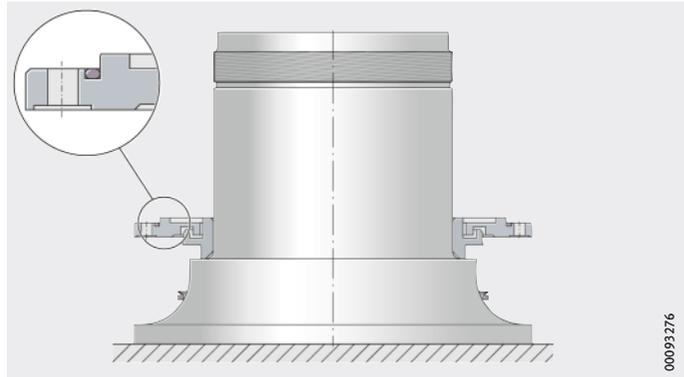

Bild 10
- ▶ Den rotorseitigen O-Ring be fetten und in die Nut des rotorseitigen Gehäusedeckels einlegen, *Bild 10*.
- ▶ Den rotorseitigen Gehäusedeckel (mit dem eingelegten O-Ring) auf die Welle schieben und auf dem Labyrinthring ablegen, *Bild 10*.